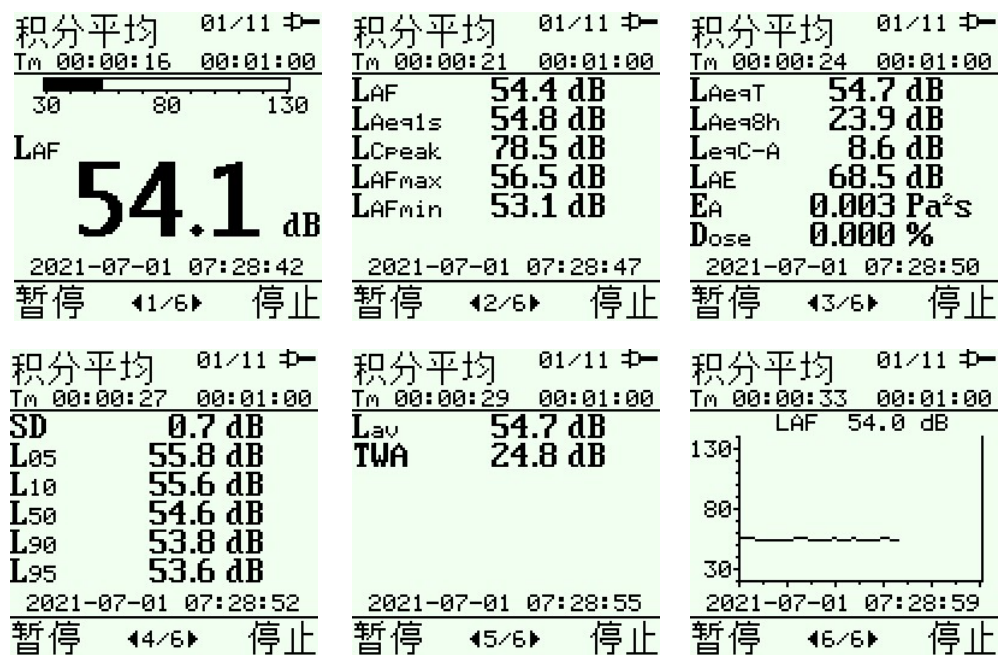

图 10 积分平均界面
- 选中“模式”项，按“确定”键（功能键 1）进入测量模式，选择“积分平均”，按“确定”键进入积分平均测量界面，见图 10。
d) 按“启动”键启动测量，在测量的过程中，按“上/下箭头”键查看等效连续声级、时间计权瞬时声级、C 频率计权峰值声级、1s 等效连续声级、时间计权声级最大值、时间计权声级最小值、归一化 8 h 平均声级、声暴露级、声暴露、噪声剂量、测量持续时间和测量流逝时间，见图 10。
f) 积分时间到自动停止测量或手动中止测量，声级计进入测量结果显示界面，见图 10，此时可查看测量结果，也可打印测量结果。